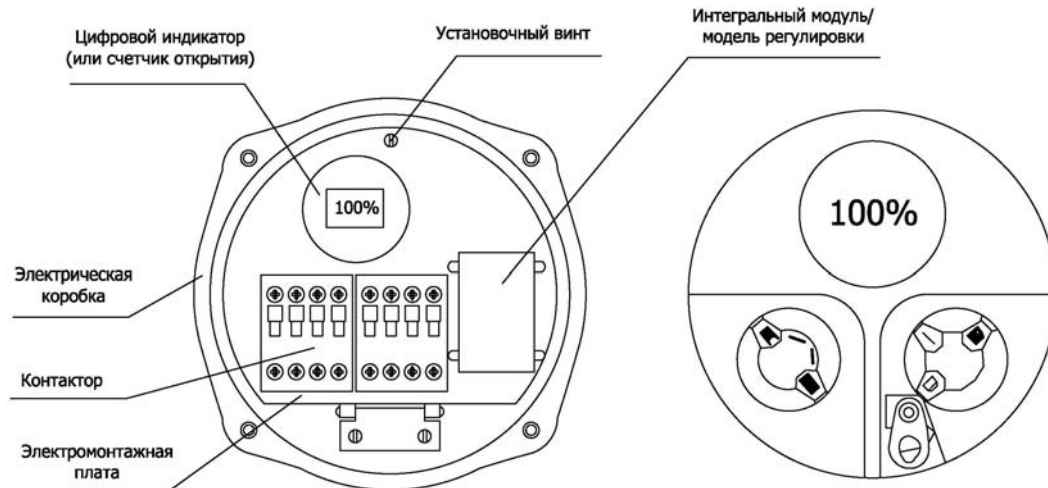

Рис. 10 Структура электрической части интегрального/интегрального регулирующего типа
5.7.1 Интегральный тип: система управления и электрическое устройство интегрированы в одно целое. Электрическая часть в основном состоит из интегрированного модуля, счетчика открытия (или цифрового дисплея), устройства ручки и контактора (См Рис.10). Электрические компоненты установлены на реверсивной плате для регулировки механизма управления крутящим моментом, механизма управления ходом и механизма индикации степени открытия. На устройстве ручки имеются два блока ручек, один из которых является ручкой режима (красный), а другой - ручкой управления (черный). Выступающие стрелки на электрическом корпусе указывают на режим работы: ручка управления поворачивается